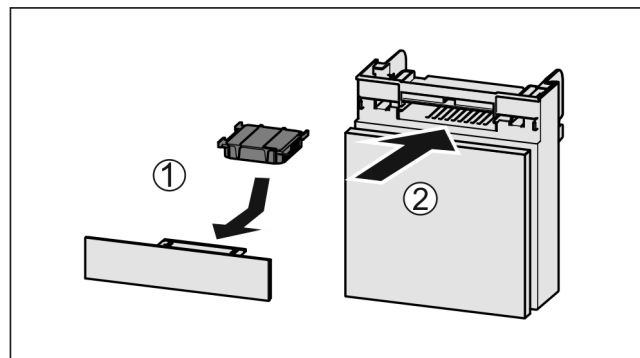

Fig. 149
- ▶ Aktivkohlefilter nach Abbildung einsetzen Fig. 149 (1).
- ▶ Fach einschieben Fig. 149 (2).